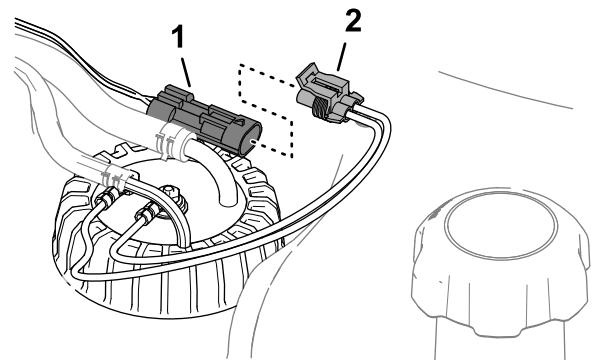

図 125
6. マシンのワイヤハーネスの2ピンコネクタに、燃料センダのハーネスの2ソケットコネクタを接続する 図 125。